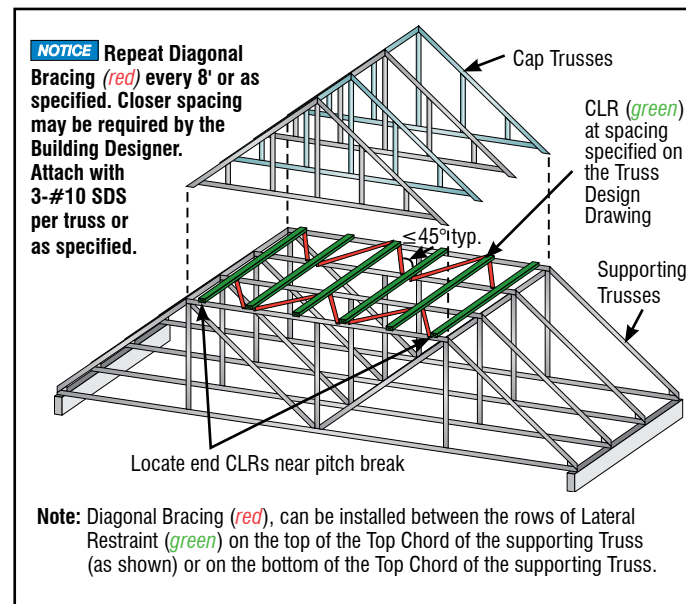

FIGURE CFSB3-36 (4' On-Center)
- Rows of Continuous Lateral Restraint (CLR) and Diagonal Bracing (see Figure CFSB3-36 below). Refer to Table 2 of this insert for the minimum size and attachment of Lateral Restraint and Diagonal bracing unless otherwise specified
- Filas de Restricción Lateral Continua (CLR) y Arriostre Diagonal (vea Figura CFSB3-36 a la derecha). Refiera a la Tabla 2 de esta encarte para el tamaño mínimo y sujete de la Restricción Lateral y el Arriostre Diagonal a meno que especificado de otra manera